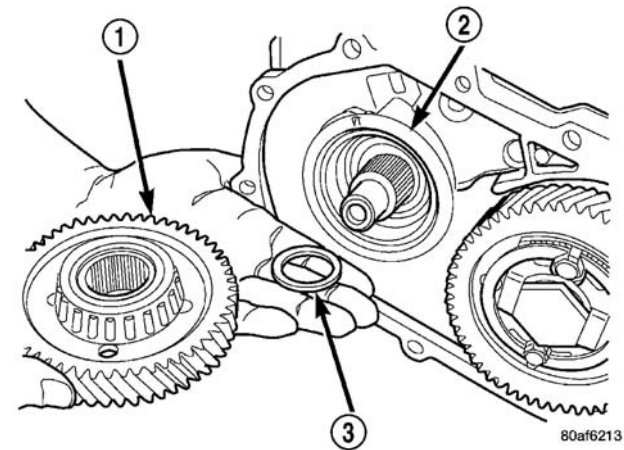

图 120 安装动力传输轴齿轮和（选择）垫片
- （a） 将一个 4.66mm(0.184in.)的测量垫片安装到动力传输轴上（图 120）。